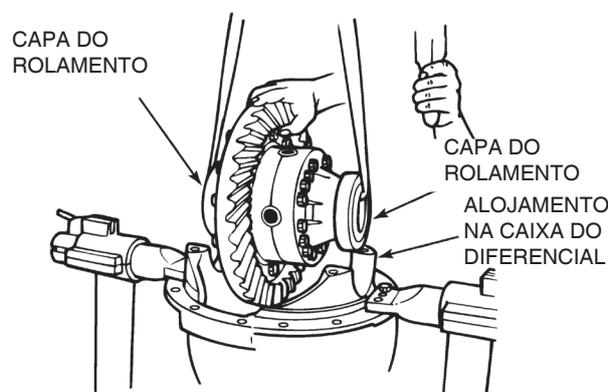

Figura 5.32
5. Instale as capas dos rolamentos sobre os cones do rolamento em ambos os lados da caixa dos satélites. Figura 5.32
6. Cuidadosamente eleve a caixa dos satélites principal conjunto com a coroa e rolamentos e instale-os na caixa do diferencial. As capas dos rolamentos deverão estar totalmente assentadas em seus alojamentos. Figura 5.32